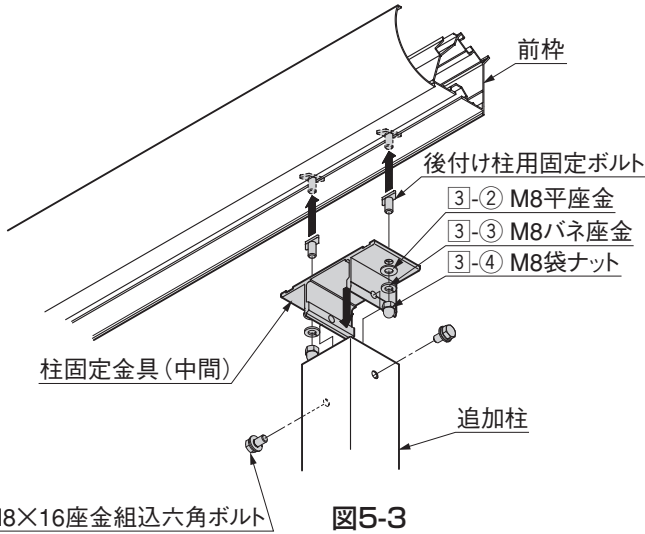

図5-3
- ④ 追加柱に柱固定金具中間を取付けてください。(図5-3参照)
- ⑤ 前枠に後付け柱用固定ボルトを使用して追加柱を固定してください。(図5-3参照)